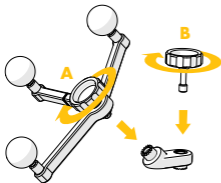

Figure 6 : Fixation du tracker au coude
1. Monter le tracker d'instrument préassemblé sur le coude et visser la vis moletée dans le sens horaire jusqu'à ce que le tracker soit solidement fixé au coude. Voir la *Figure 6 A*.
2. Visser la vis moletée à travers le coude de sorte qu'elle soit fixée de manière lâche au coude. Voir la *Figure 6 B*.